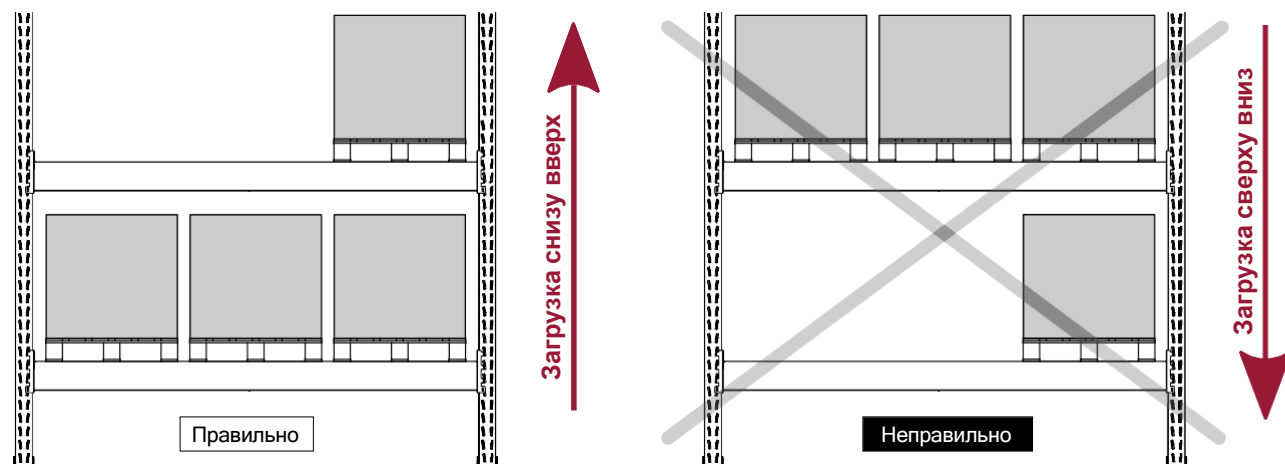

Рисунок 11 — Порядок размещения грузовой единицы в секции стеллажа
- Первичную загрузку необходимо проводить снизу вверх (рис. 11).